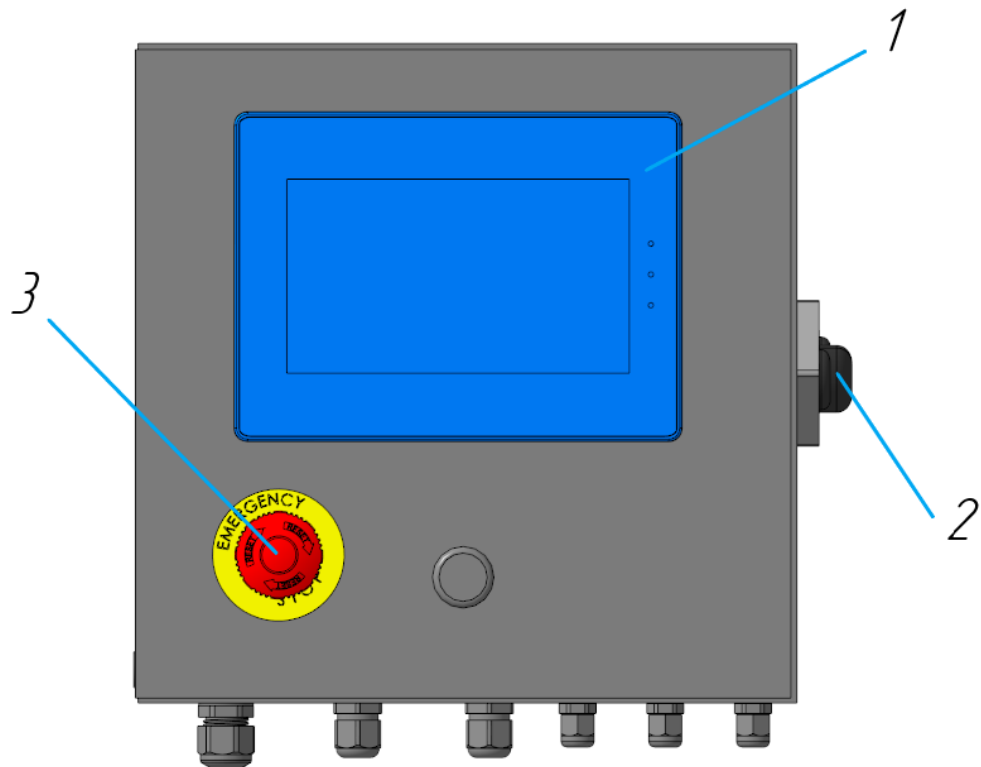
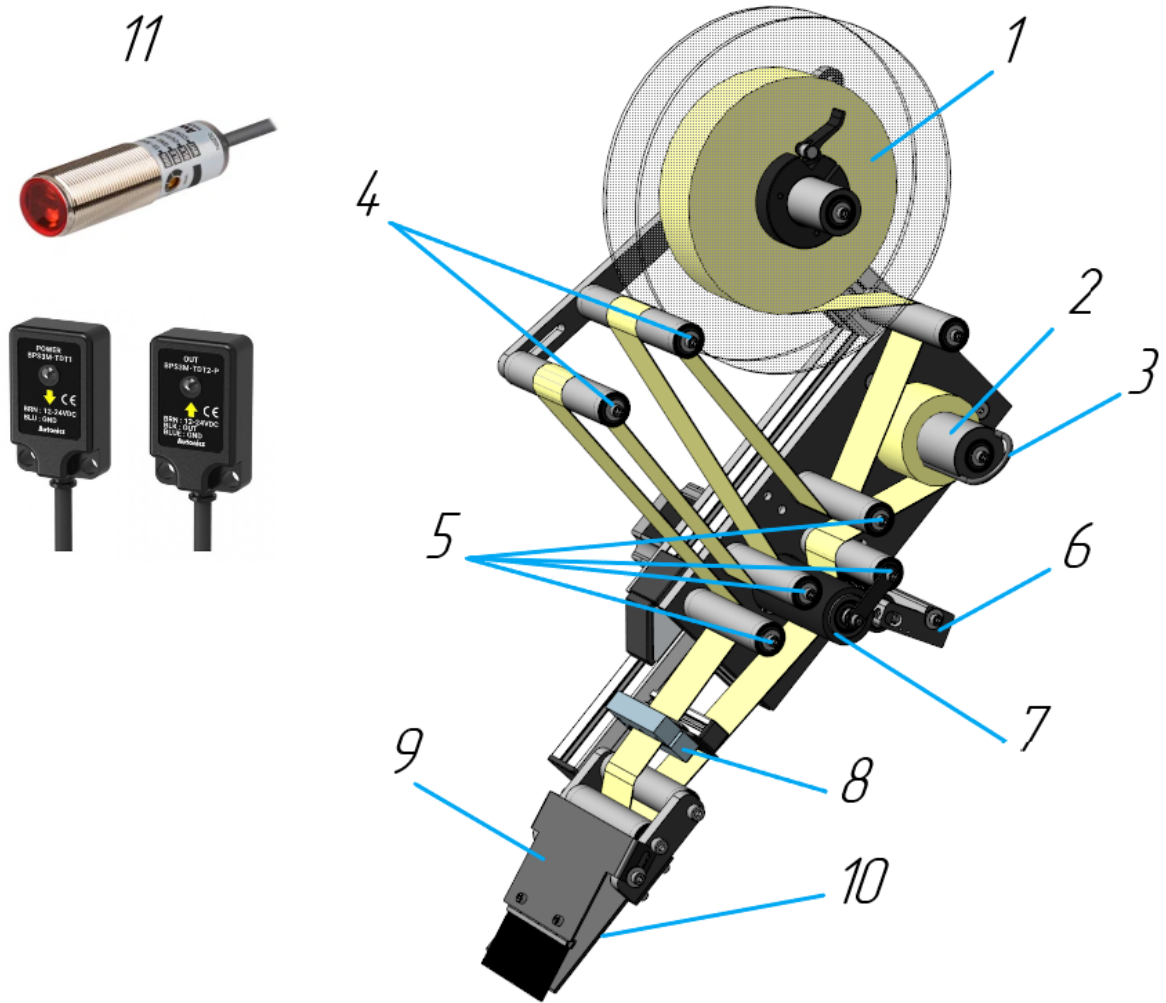

Рисунок 1. Общий вид панели управления
Рисунок 2. Электромеханический блок
Этикетировщик состоит из шкафа управления со встроенной панелью управления (рис. 1) и электромеханического блока (рис. 2).
- При возникновении экстренной ситуации нажмите кнопку АВАРИЯ на лицевой стороне шкафа управления (рис. 1). Протяжка ленты будет заблокирована. После устранения аварийной ситуации выполните отжатие кнопки АВАРИЯ.
Настройка параметров контроллера этикетировщика (далее контроллера) выполняется с помощью НМІ-панели управления, расположенной на лицевой стороне шкафа управления этикетировщиком (рис. 1).